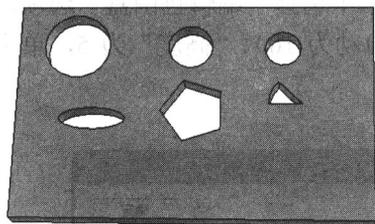

图 1-19 绘制孔类饼状体
**Step12** 绘制孔类饼状体。从“图素”设计元素库中拖入“孔类饼状体”元素，放置于厚板的合适位置；右击包围盒的任意一个手柄，在弹出的快捷菜单中选择“编辑包围盒”选项，弹出“编辑包围盒”对话框；设置“长度”为 15（“宽度”自动为 15）、“高度”为 5，单击“确定”按钮，得到的孔类饼状体如图 1-19 所示。